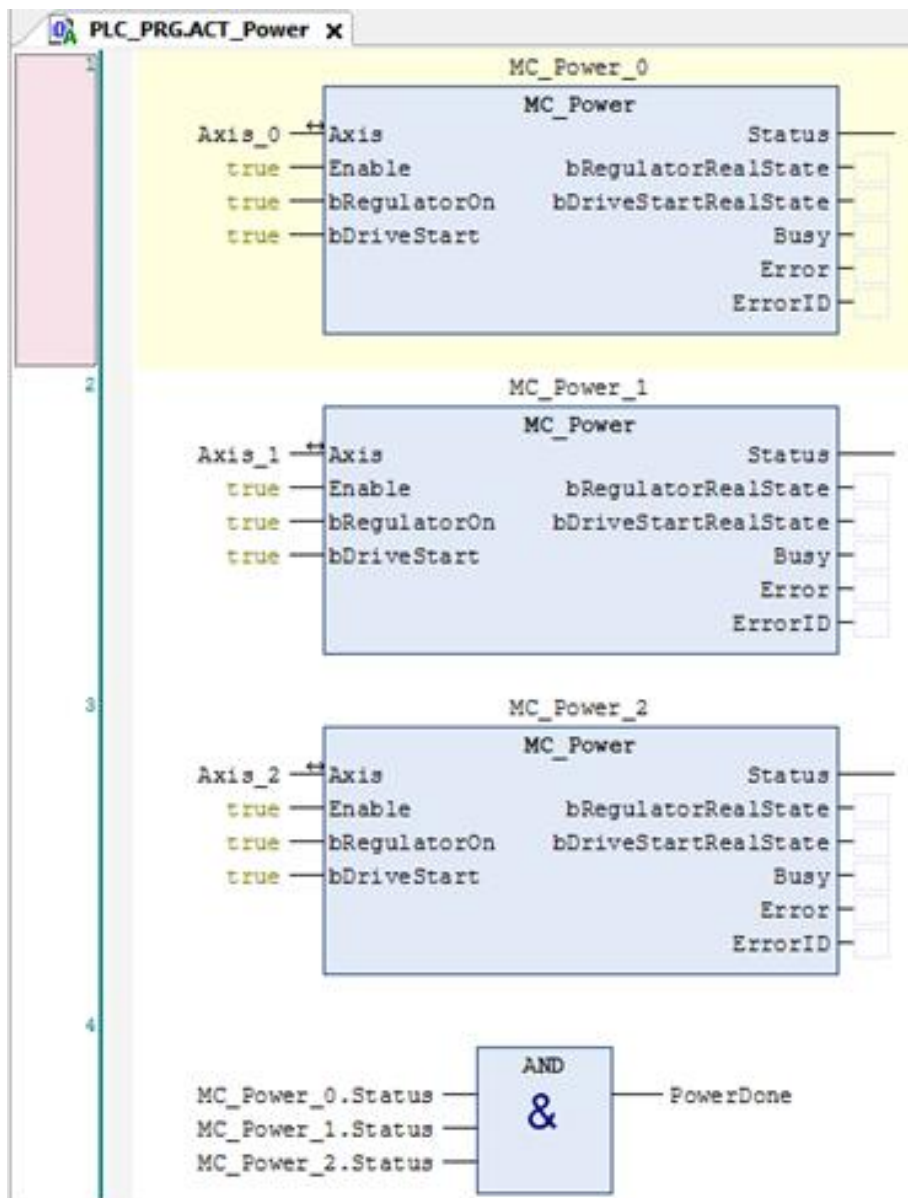

图 6.4 上电初始化模块
- 2) 在主程序 PLC_PRG 下添加上电使能模块 ACT_Power、配置电子齿轮模块 ACT_Gear、脉冲模块 ACT_Init 和主轴运动模块 ACT_Move，如图 6.4~6.6 所示。